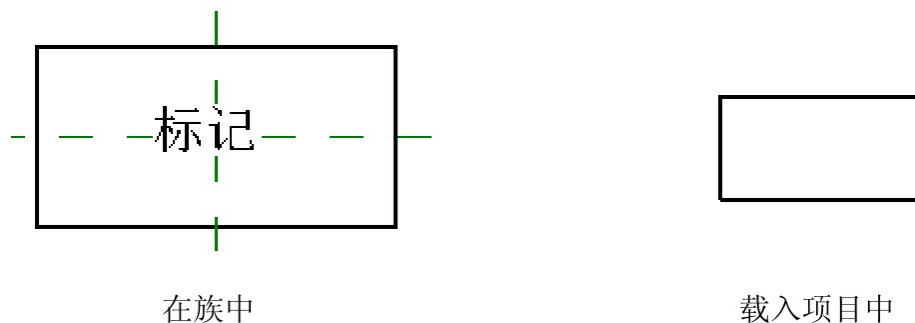

图7-278
(1) MEP族在做二维表达时，经常要添加文字，所添加的文字在族里面是看得见的，但载入项目中应用时却看不见（见图7-278）。